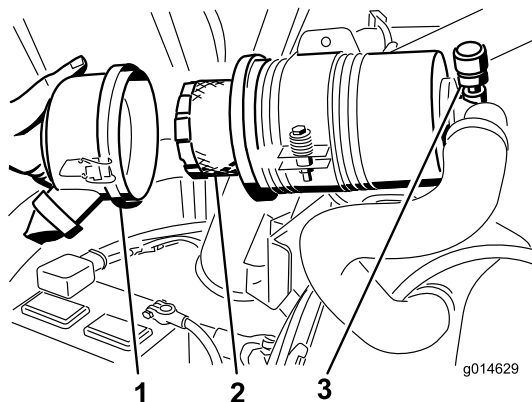

Figura 47
- Togliete il filtro e sostituitelo (Figura 47).